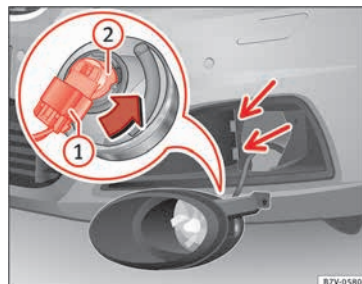

Fig. 111 Cambio de las lámparas de los faros.
3. Inclíne el faro ligeramente hacia delante y extraígalo de sus alojamientos laterales » **fig. 111** (flechas pequeñas).
4. Desbloquee el conector » **fig. 111 ①** y retírelo.
5. Gire el portalámparas » **fig. 111 ②** hasta el tope hacia la izquierda, en el sentido de la flecha, y extraígalo junto con la lámpara retirándolo hacia atrás.
8. Encaje el conector » **fig. 111 ①** en el portalámparas » **②**. El conector debe encastrar de forma audible.
9. Coloque el faro en los alojamientos » **fig. 111** (flechas pequeñas) e inclínelo hacia atrás.